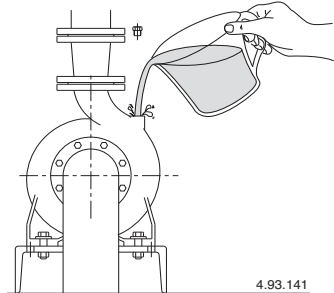

Fig. 8 Cebado.
**Con la bomba por encima del nivel del agua para elevar,** (funcionamiento en aspiración), llenar el tubo de aspiración y la bomba a través del orificio (fig. 8).